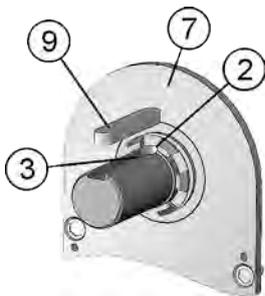

Figure 6.3.5-2
- Vissez le support du grain tournant (2) au même niveau que la plaque d'usure axiale côté transmission (7) puis desserrez jusqu'à ce que la première rainure corresponde à la rainure de la clavette (figure 6.3.5-2), le support du grain tournant (2) dépassant de 0,2 mm env.